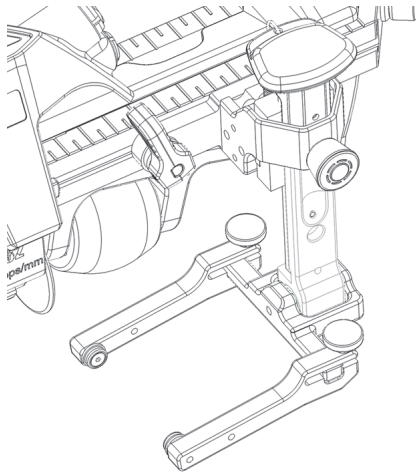

Figura 2-7 Soporte de sonda introducida en la muesca de carril
3. Ejerza una presión firme sobre el soporte de sonda para introducirlo en la muesca de carril y asegúrese de que la clavija de cabo permanezca alineada de forma horizontal (ver Figura 2-7 en la página 45).